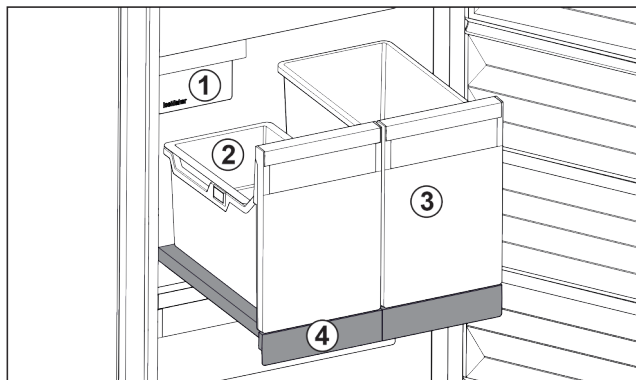

Fig. 168 带 IceTower 的拉出式搁板
- (1) IceMaker
- (2) 冰块挂盘
- (3) 比萨、酒精饮料等的容器
- (4) 拉出式搁板
拉出式搁板上有两个高容器 (IceTower)。来自 IceMaker 的冰块被收集并储存在容器 Fig. 168 (2) 中。容器 Fig. 168 (3) 适合存放较高的食物，例如比萨或酒精饮料。